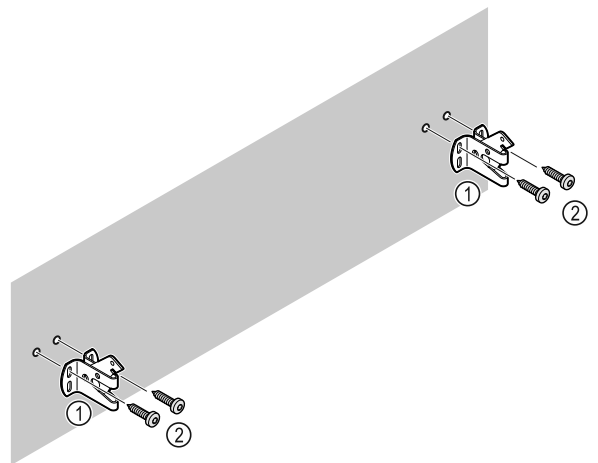

Fig. 10
В залежності від характеристик стінки (дерево, бетон) використовувати придатний кріпильний матеріал (наприклад дюбелі) та достатню кількість точок кріплення Fig. 10 (2).
- ▶ Закріпити запобіжні гаки. Fig. 10 (1)